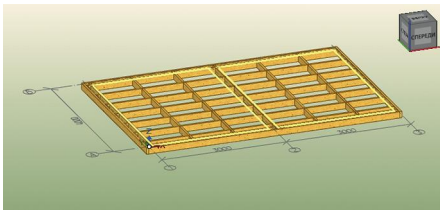

рис. 109
4. Щелчком левой кнопки мыши сделайте текущим видовое окно № 4, при необходимости сделайте крупнее изображение и укажите верхнюю пластъ нижнего перекрытия, наведя курсор на одну из его досок. *Поскольку мы строим заполнение в режиме учета соседей, то программа условно разделит перекрытие соседом (внутренней стеной) на две части.* Укажите сначала одну часть, а потом вторую (рис. 109).